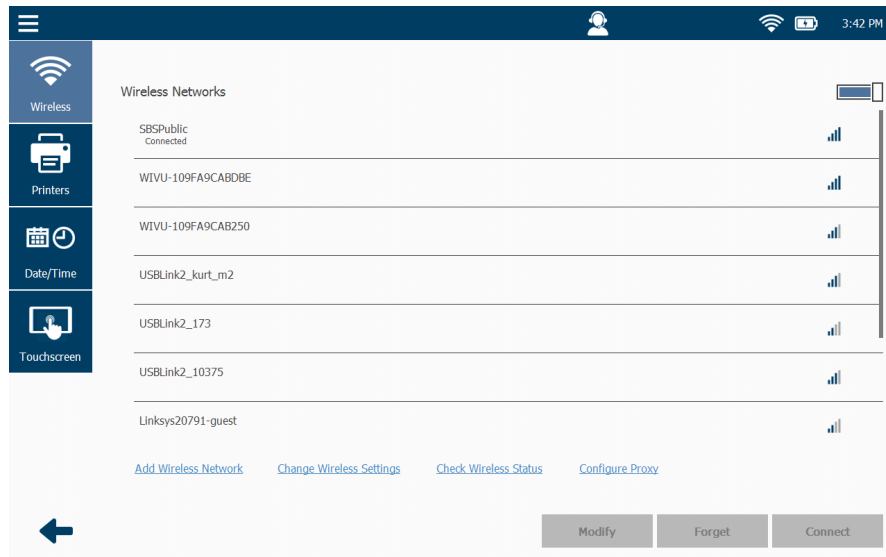

Figura 6.8 Conexiones inalámbricas
- 1 Seleccione **Check Wireless Status** en la pantalla pantalla Wireless Networks (Figura 6.8).
- 2 Toque la **flecha atrás** en la parte inferior de la pantalla para volver a la pantalla Wireless Networks (Figura 6.8).
- 1 Seleccione **Configure Proxy** en la pantalla Wireless Networks (Figura 6.8).